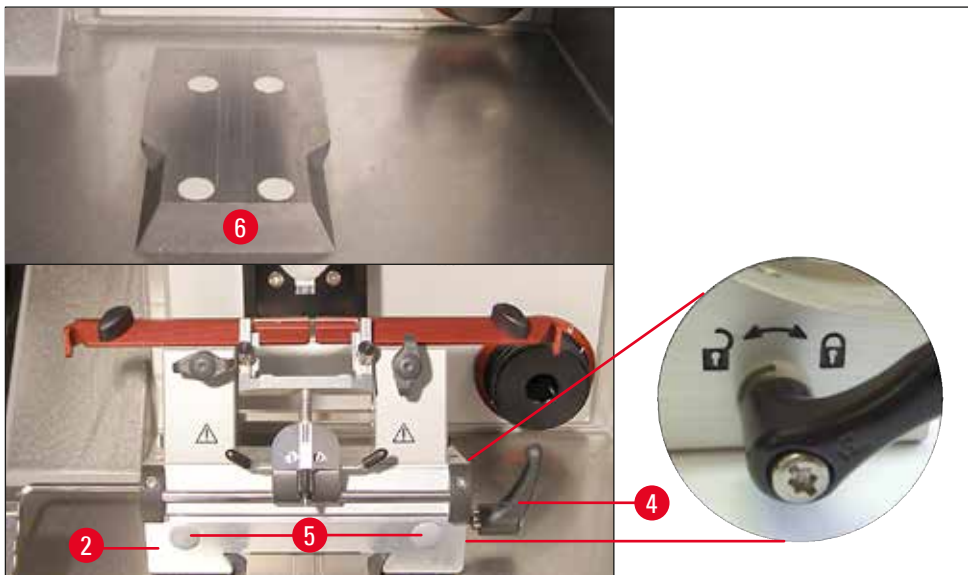

Fig. 25
- Desplazar la base del portacuchillas (→ Fig. 25-2) por la parte delantera a la guía de cola de milano (→ Fig. 25-6) y fijarla con la palanca de sujeción (→ Fig. 25-4). Desplazar la palanca de sujeción en el sentido de las agujas del reloj (en la dirección del símbolo del candado cerrado), en la parte derecha de la base del portacuchillas (véanse los detalles en la (→ Fig. 25)). ¡Al desplazar la base, abrir la palanca de sujeción solo un poco para evitar un deslizamiento involuntario en la dirección del cabezal portamuestras! Desplazar la palanca de sujeción en el sentido contrario a las agujas del reloj (en la dirección del símbolo del candado abierto), en la parte derecha de la base del portacuchillas (véanse los detalles en la (→ Fig. 25)).